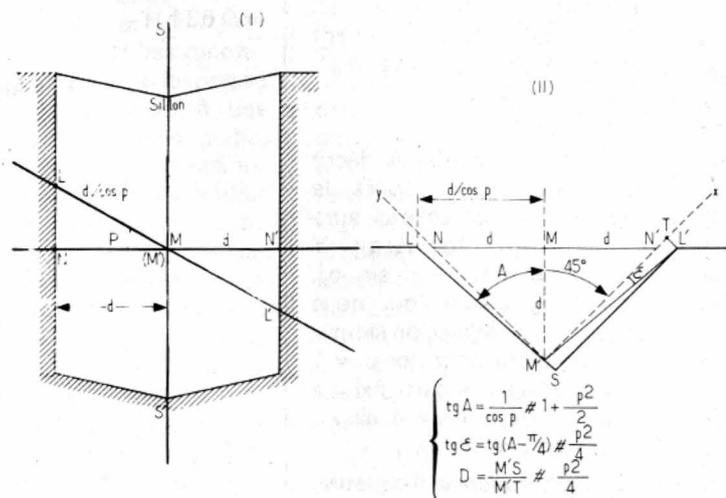

Fig. 8
Fig. 8. - Influence de l'erreur de piste latérale sur la diaphonie d'un disque stéréophonique. En (I), au lieu de se mouvoir dans le plan orthogonal au disque, selon NN', la pointe lectrice se déplace dans le plan de trace LL'. Puisque Lm est supérieur à d, l'angle LM'L' (en II) est obtus; alors que les réponses des deux transducteurs du phonolecteur pour les deux canaux, correspondent à des déplacements selon M'x ou M'y. Un calcul aisé montre que la diaphonie supplémentaire redoutée, est négligeable devant celle propre au phonolecteur (comme à la tête de gravure).
que par l'erreur de piste latérale, le plan d'oscillation de la pointe ne coupant plus le sillon suivant deux directions orthogonales (fig. 8), mais selon un angle obtus, il pouvait y avoir augmentation de diaphonie. Un calcul approximatif révèle que cette diaphonie supplémentaire est voisine de $p^2/4$ (p en radian). Même si p pouvait évaluer $1/15$ radian (près de 4°) elle ne compterait que pour -60 dB; alors que les meilleurs phonolecteurs font rarement mieux que -30 dB de diaphonie propre (plus de 30 fois celle de l'erreur de piste); il n'y a vraiment pas lieu de s'en inquiéter. Bien entendu, l'erreur de piste verticale agit rigoureusement de même, sans plus d'efficacité. Cela justifie pleinement qu'il n'en soit plus fait état; même parmi les plus exigeants des puristes.